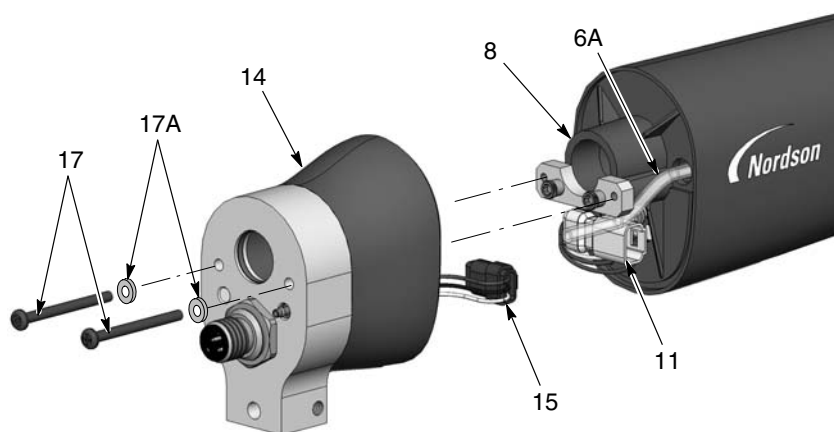
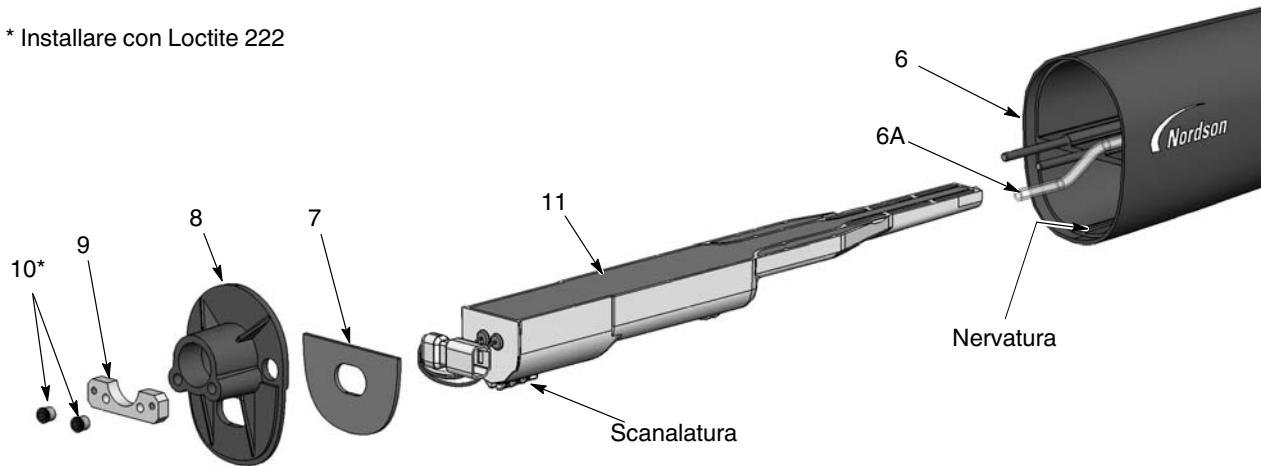

Figura 22 Smontaggio della pistola con montaggio su barra 1 di 3
Figura 23 Smontaggio della pistola con montaggio su barra 2 di 3
4. Vedi figura 23. Con una chiave esagonale da 1/8-in. rimuovere i due dadi Allen (10) e la piastra di avvitamento (9) dalla saracinesca (8). Poi rimuovere la saracinesca dal corpo pistola (6), facendo avanzare il cablaggio dell'alimentatore di tensione attraverso la saracinesca.
5. Far scorrere l'alimentatore di tensione (11) fuori dal corpo della pistola.
7. La guarnizione (7) è attaccata alla saracinesca con un adesivo sensibile alla pressione. Se la guarnizione è danneggiata, sostituirla con una nuova.
1. Vedi figura 23. Installare l'alimentatore di tensione (11) nel corpo pistola (6), assicurandosi che la nervatura del corpo pistola combaci con la scanalatura sull'alimentatore di tensione. Alloggiare saldamente l'alimentatore di tensione nel corpo della pistola.
2. Far avanzare il cablaggio dell'alimentatore di tensione attraverso la saracinesca, poi installare la saracinesca (8) e la piastra di avvvitamento (9) sui perni del corpo pistola. Applicare Loctite 222 sui dadi Allen (10), poi installare i dadi sui perni e stringerli a 0,45 N•m (64 inch-ounces) con una chiave esagonale da 1/8-in.
3. Vedi figura 22. Collegare il cablaggio dell'alloggiamento (15) al cablaggio dell'alimentatore di tensione (11). Infilare i connettori del cablaggio (11, 15) nel gruppo del corpo posteriore nelle posizioni illustrate.
4. Collegare la tubatura trasparente del filtro (6A) al raccordo con bava all'interno del gruppo del corpo posteriore (14). Far avanzare qualsiasi tubatura trasparente dell'aria extra nel corpo della pistola, poi installare il gruppo del corpo posteriore sulla saracinesca con le viti (17) e le rondelle di sicurezza (17A).